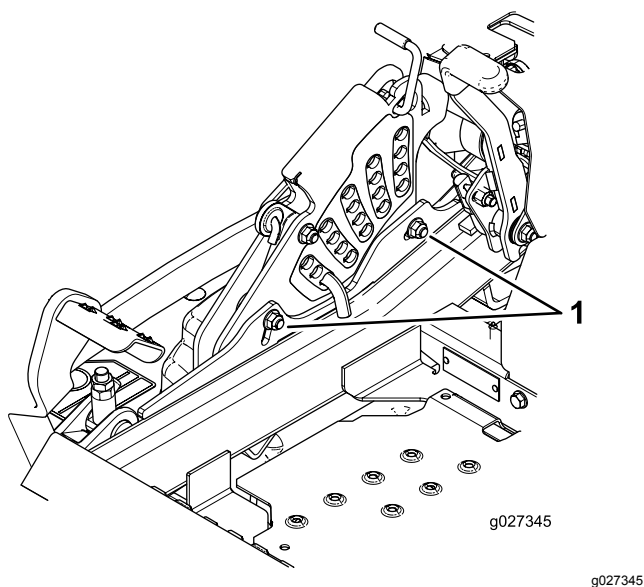

**Figura 87**
10. Si es necesario, afloje la tuerca "whizlock" del lateral de la horquilla y la contratuerca de la parte superior. Gire el tornillo de ajuste hasta obtener una altura de 7.6 mm (3") (ver (Figura 87)).
16. Gire el tornillo de ajuste hasta obtener una altura de 8.3 cm (3 1/4") (Figura 87).